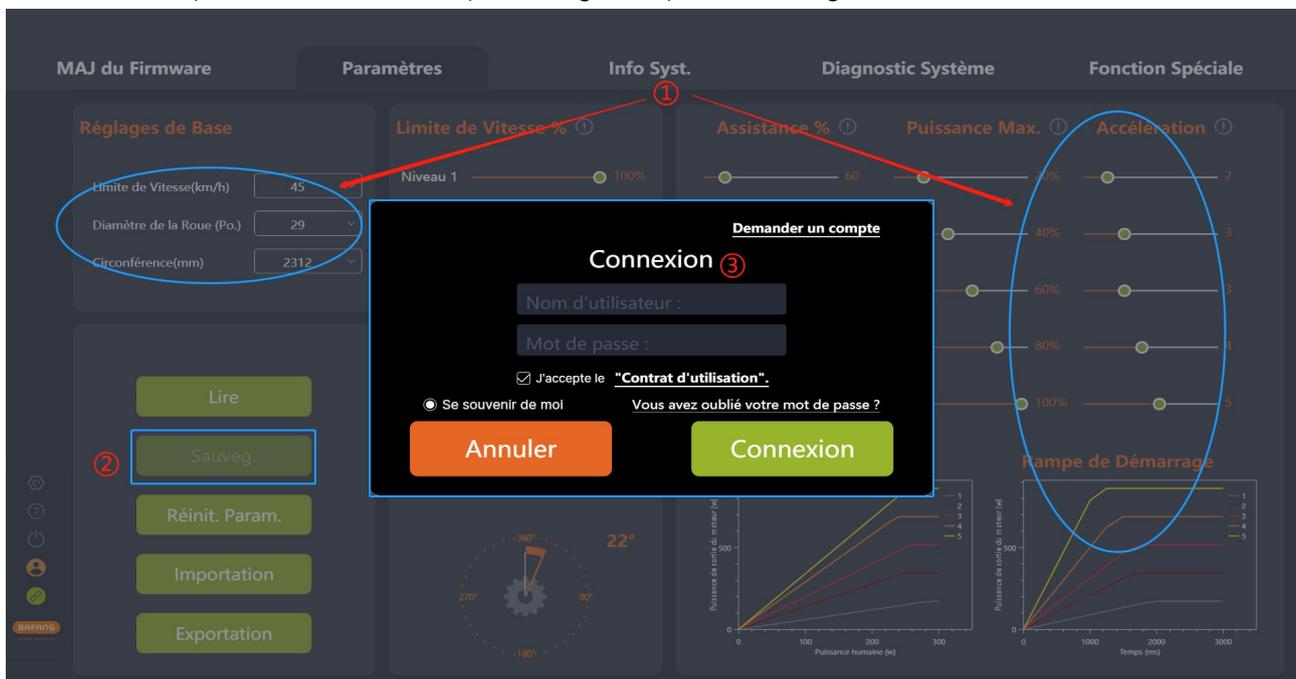

Fig. 5-13 Connexion
- (1) Après une lecture réussie, réglez les paramètres sur le côté droit en tirant sur le curseur.
- (2) Après le réglage, cliquez sur "Sauveg." pour enregistrer les nouveaux paramètres sur le contrôleur.
- (3) Si vous ne vous êtes pas connecté, l'interface "Connexion" apparaîtra, vous invitant à vous connecter (Fig. 5-13). Remarque : Le réglage des paramètres est impossible hors connexion.